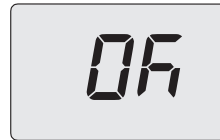

Figura 9.18
- Pulsando el botón 13 (Figura 9.16) se confirma el valor introducido. El display muestra durante 3 seg. el mensaje "Ok" (Figura 9.18), y luego aparece la lista de los parámetros.